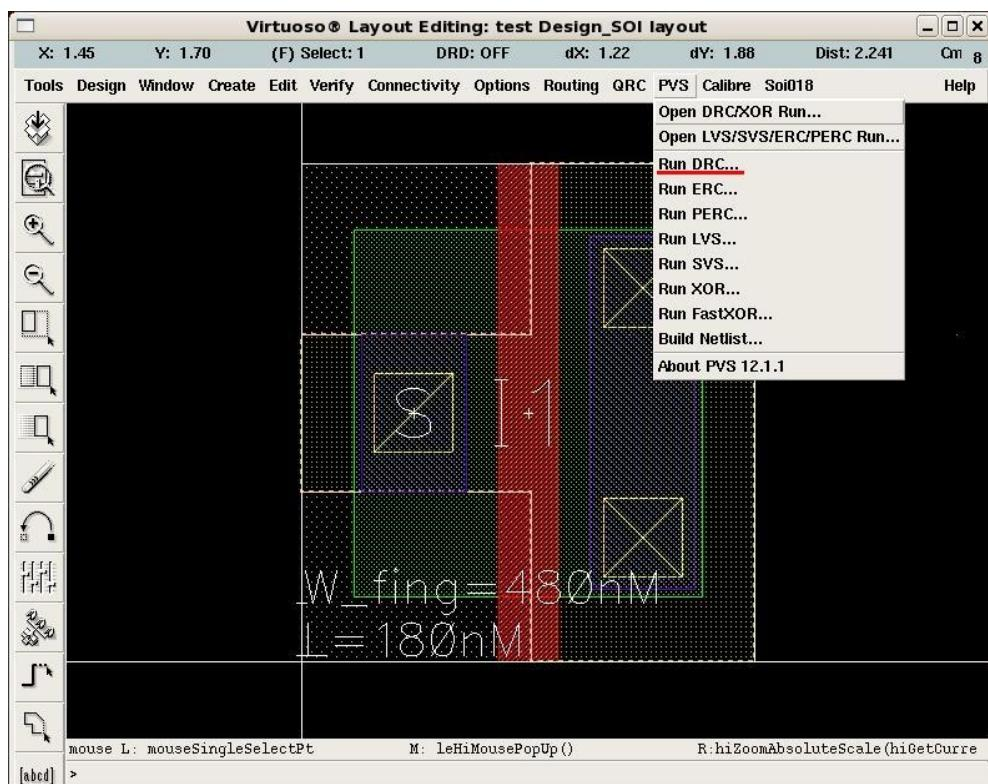

Рис. 10.2. Меню запуска DRC Cadence PVS..
- 3) В появившемся меню PVS в Virtuoso Layout Editor выбрать *Run DRC...* (рис. 10.2)